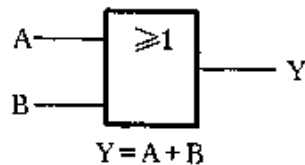

图 2-355
② 或门的电路符号如图 2-355 所示,A、B 为输入端,Y 为输出端。或门的逻辑关系为 $Y = A + B$,即只要输入端 A 和 B 中有一个为“1”时,Y 即为“1”;所有输入端 A 和 B 均为“0”时,Y 才为“0”。或门可以有更多的输入端。